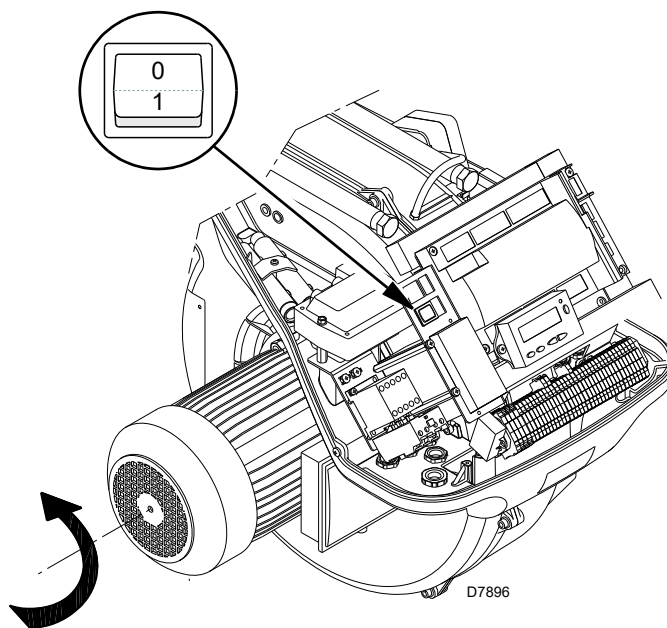

Fig. 30
Fermer les thermostats/pressostats et mettre l'interrupteur de la Fig. 30 en position "1".
Etant donné que le brûleur ne possède pas de dispositif de contrôle de la séquence des phases, il se peut que la rotation du moteur ne soit pas correcte. Dès que le moteur démarre se positionner devant le ventilateur de refroidissement du moteur ventilateur et contrôler s'il tourne dans le sens contraire à celui des aiguilles d'une montre. Voir la Fig. 30.
- mettre l'interrupteur de la Fig. 30 sur «0» et attendre que la boîte de contrôle réalise la phase d'extinction;
Le brûleur est en état d'attente de demande de chaleur ou le sélecteur «0-1» (Fig. 30 à la page 32) est sur la position «0».